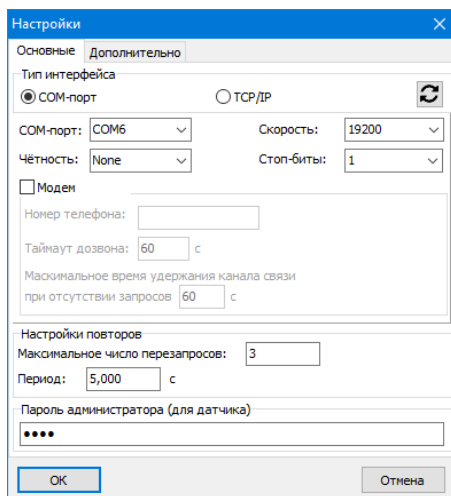

Рисунок 25 – Окно «Настройки»
3.7.7 Для настройки адаптера в режиме виртуального СОМ-порта необходимо выбрать порт, назначенный для адаптера. В главном меню окна программы «Настройка датчиков и вторичных приборов» выбрать пункт «Опции» → «Настройки...», либо на клавиатуре нажать клавишу «F9», либо на панели инструментов нажать иконку . На экране отобразится окно «Настройки» (рисунок 25).